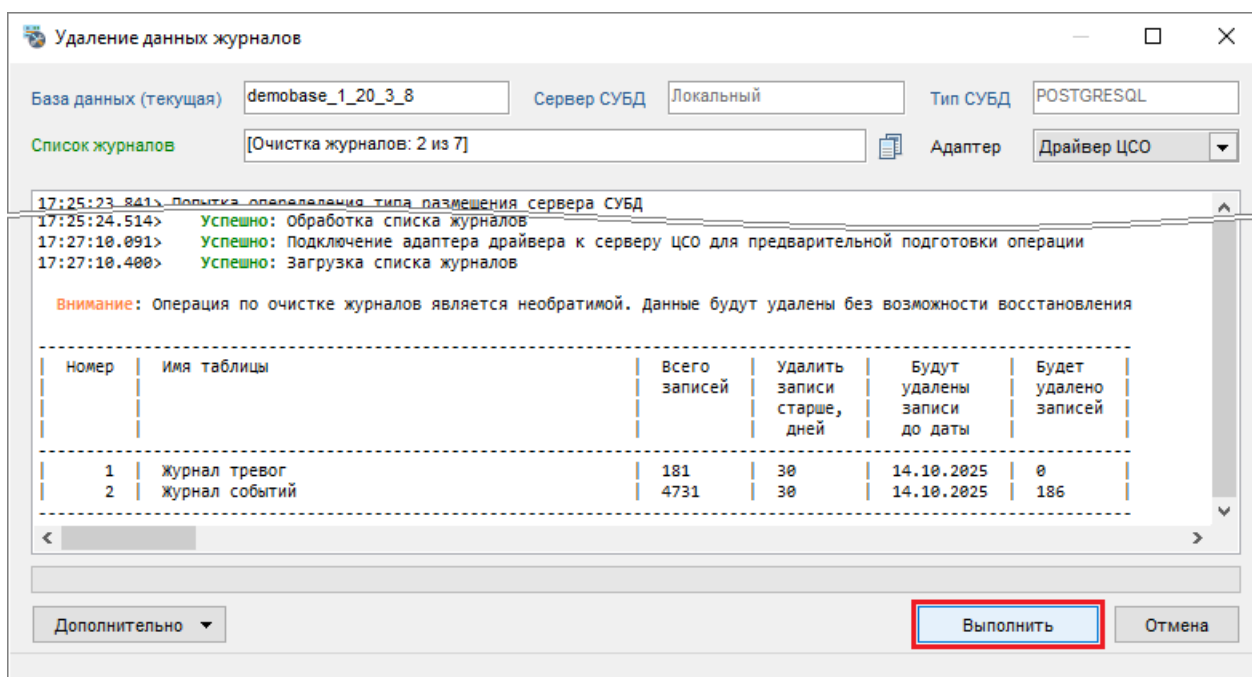

Рисунок 4-74 Запуск процесса удаления данных из журналов
- 4) при отсутствии в протоколе ошибок (либо новых ошибок, если таковые отображались ранее) нажмите кнопку «Выполнить» (см. Рисунок 4-74) для запуска процесса удаления данных из журналов.